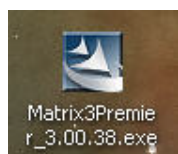

Рис. 12
3. Нажмите дважды на значок Matrix3Premier.exe (Рис. 12).